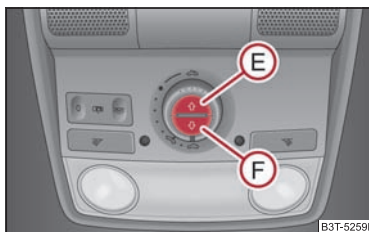

Abb. 44 Tasten für Sonnenschutzrollo
Sie können das Sonnenschutzrollo separat mit Hilfe der Tasten schließen bzw. öffnen ⇒ Abb. 44.
- Zum vollständigen Öffnen drücken Sie kurz die Taste **(E)** ⇒ Abb. 44.
- Zum vollständigen Schließen drücken Sie kurz die Taste **(F)** ⇒ Abb. 44.
Für das Initialisieren des Sonnenschutzrollos drücken Sie den Schalter ③ ⇒ Seite 60, Abb. 44 für ca. 10 Sekunden.